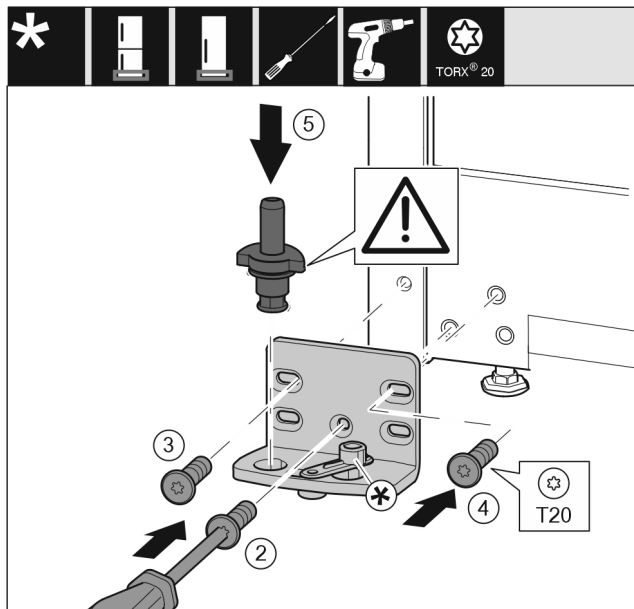

Fig. 22 \*
- Nasadte stojan ložiska na druhé straně a přišroubujte pomocí šroubováku. Začněte šroubem Fig. 22 (2) dole uprostřed.\*
- Utáhněte šroub Fig. 22 (3) a šroub Fig. 22 (4).\*
- Zcela vložte ložiskový čep Fig. 22 (5). Přitom dávejte pozor, aby zajišťovací vačka směřovala dozadu.\*
- Nasadte stojan ložiska na druhé straně a přišroubujte pomocí šroubováku. Začněte šroubem (2) dole uprostřed.\*
- Utáhněte šroub (3) a šroub (4).\*
- Zcela vložte ložiskový čep (5). Přitom dávejte pozor, aby zajišťovací vačka směřovala dozadu.\*